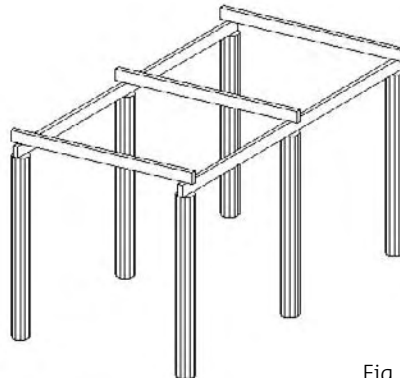

Fig.6.41
- 6 Cliquez dans le champ **Épaisseur** (Thickness) et entrez 20 puis dans le champ **Élévation** (Elevation) et entrez 320 (fig.6.41).